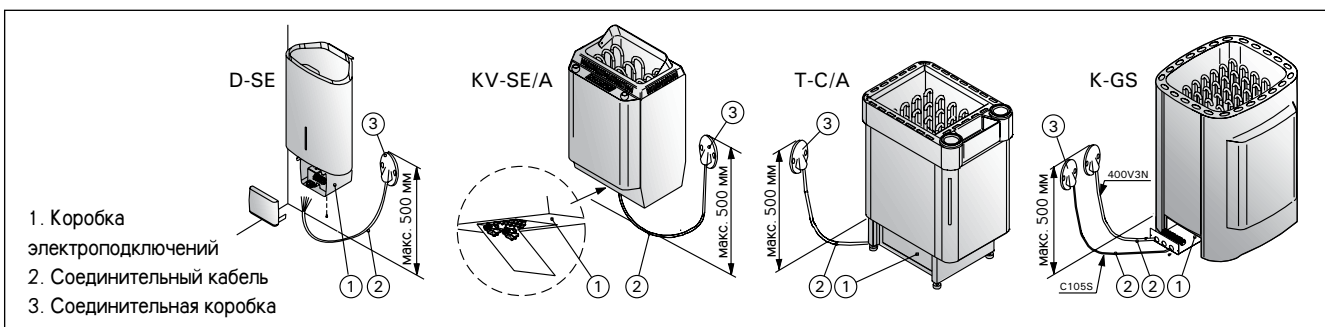

Рисунок 8. Установка каменки
соединительной коробке (рис. 8: 3) на стене сауны. Соединительная коробка должна быть брызгозащищенной и находиться на расстоянии не выше 500 мм от пола.
- В качестве кабеля (рис. 8: 2) следует использовать резиновый кабель типа H07RN-F или подобный. **ВНИМАНИЕ! Использование кабеля с ПВХ-изоляцией запрещено вследствие его разрушения под воздействием тепла.**